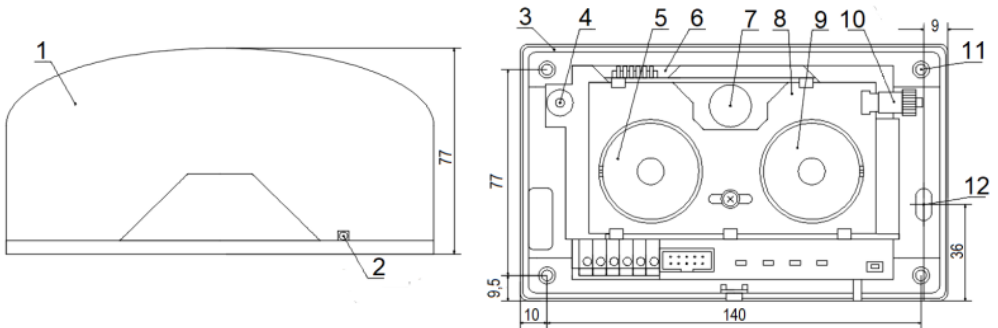

Рис. 2. Внешний вид оптического блока извещателя
7.4.3 Открутить крепежные винты и снять кронштейн (металлическое основание) с оптического блока (см. рисунок 2, поз. 11).